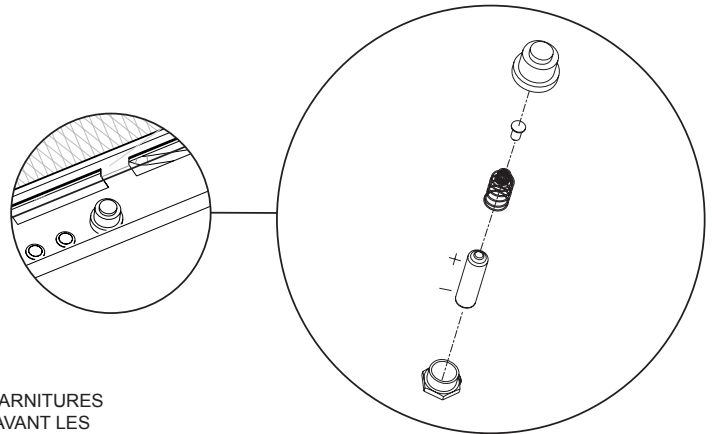

Figure 28
5. Dévisser le bouton d'allumage et installer la pile AA fournie dans l'enveloppe d'instruction avant de fermer la porte de contrôle. (Noter la polarité de la pile.) **Voir Figure 28**.